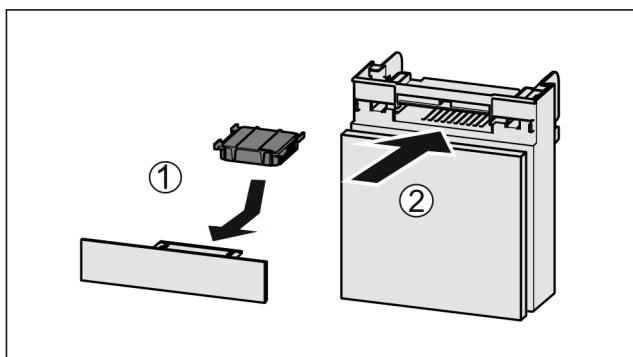

Fig. 171
- ▶ Поставете Fig. 171 (1) филтъра с активен въглен, както е показано на фигурата.
- ▶ Вкарайте Fig. 171 (2) отделението.